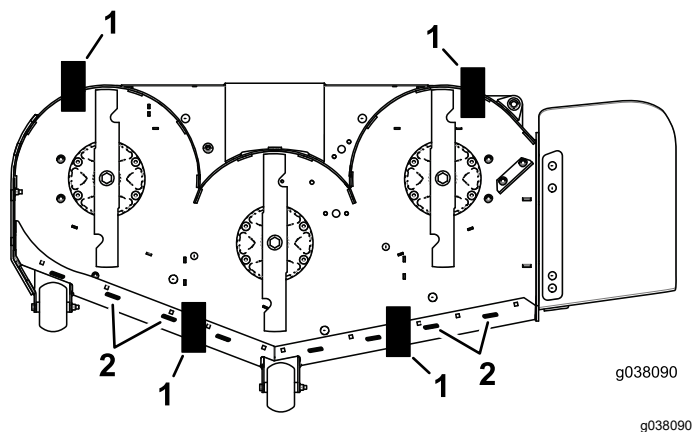

**Figura 83**
10. Afloje lentamente el tornillo de ajuste del muelle de elevación asistida hasta que pueda retirar el tornillo (Figura 83).